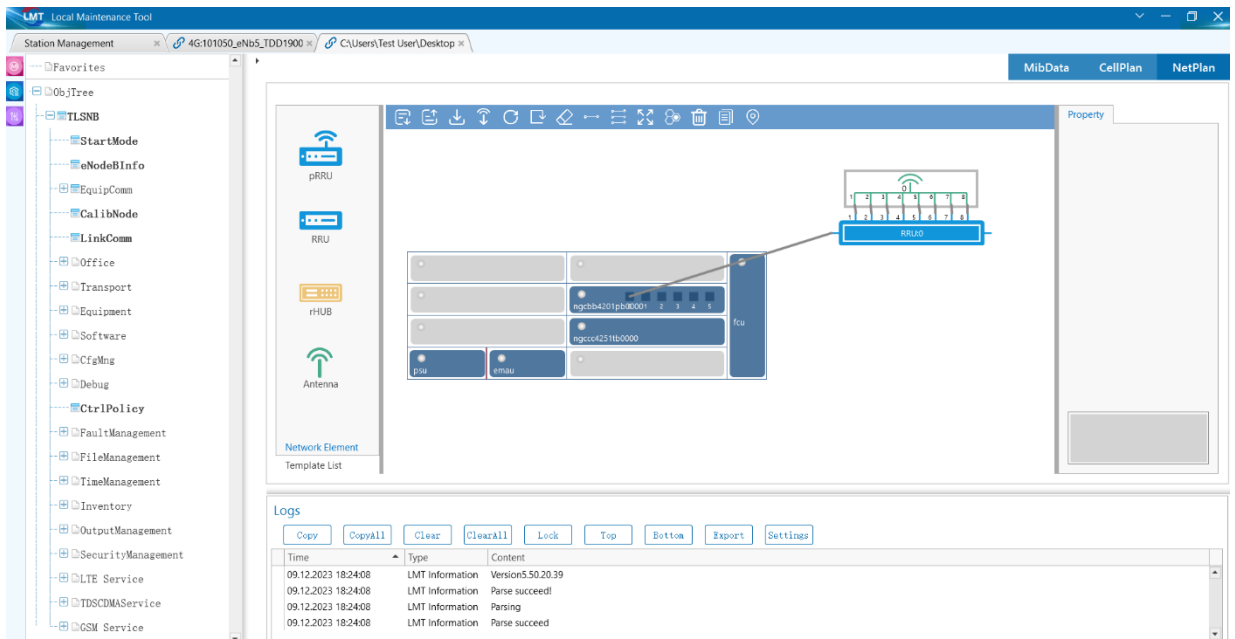

Рис. 5 – ПО БС страница «NetPlan» с активными RRU
- IV. Открыть файл повторно. RRU окрашена в синий цвет, можно удалять или редактировать конфигурацию БС в «NetPlan» (рис. 5).